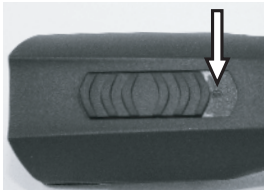

Abb. 4 Schiebeschalter in AUS-Position („0“)
1. Die Kontakte der Haarschneide-Maschine (1) und des Akkus (2) auf Fremdkörper und Verschmutzung überprüfen.
2. Sicherstellen, dass der Schalterschieber der Haarschneide-Maschine in Position AUS („0“) steht (Abb. 4).
3. Akku (2) in die Haarschneide-Maschine (3) einschieben, bis die Akkuverriegelung (1) beidseitig eingekrastet ist.
4. Haarschneide-Maschine mit eingesetztem Akku (1) oder Akku allein (2) von oben ohne Gewalt in die dafür vorgesehene Lademulde der Ladestation einsetzen.
6. Akku wird geladen. Während des Ladevorgangs leuchtet die Kontrolllampe (3) rot. Sobald der Akku min. 90 % geladen ist, wechselt die Kontrolllampe auf grün und die Ladestation schaltet auf „Erhaltungsladung“.
7. Das Ladegerät mit einer Hand festhalten und mit der anderen Hand die Haarschneide-Maschine (1) oder den Akku (2) herausziehen.
1. Schiebeschalter auf Position „0“ schieben (Abb. 4).
2. Die Akkuverriegelung (2) beidseitig nach innen drücken und Akku (1) aus der Haarschneide-Maschine ziehen.
3. Geladenen Akku (1) in die Haarschneide-Maschine (2) einsetzen, bis die Akkuverriegelung beidseitig eingerastet ist.